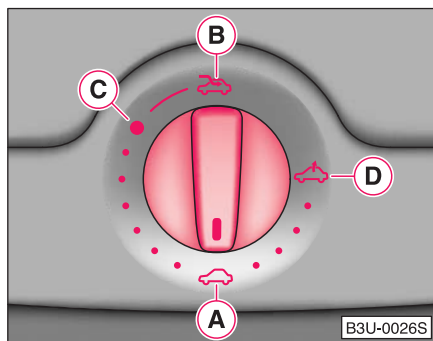

Fig. 28 Întrerupătorul rotativ pentru trapa acționată electric/plafonul glisant
Trapa acționată electric/plafonul glisant poate fi acționată cu întrerupătorul rotativ ⇒ Fig. 28, doar dacă contactul motor este pus. Întrerupătorul rotativ are mai multe poziții.
– Rotiți întrerupătorul în poziția (C) ⇒ Fig. 28.
- Rotiți întrerupătorul în poziția **A** ⇒ Pagina 50, Fig. 28.
Trapa acționată electric/plafonul glisant este dotat cu un sistem de protecție la supraîncărcare. Trapa acționată electric/plafonul glisant se oprește și revine la locul inițial, dacă întâmpină un obstacol (de ex. gheață). Trapa acționată electric/plafonul glisant se poate închide complet fără a fi suprasolicitată, prin fixarea întrerupătorului în poziția **A** ⇒ Pagina 50, Fig. 28 și rotirea în față, până când trapa este complet închisă ⇒ **A**.
Dacă trapa acționată electric/plafonul glisant a fost închis manual, fixați întrerupătorul în poziția  ⇒ Pagina 50, Fig. 28, cu contactul motor pus, și rotiți-l în față aprox. 3 secunde. Trapa acționată electric/plafonul glisant se va închide corespunzător. ■